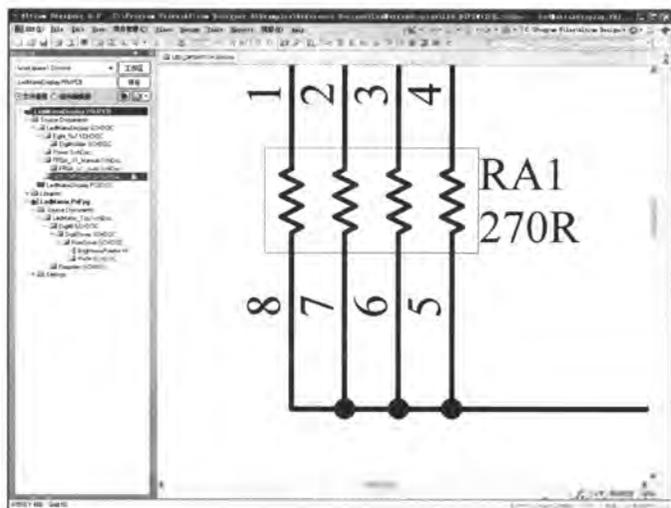

图 3-21 放大显示选中的区域
- [3] 执行【View】/【Area】命令后，光标变成“十”字形状，单击鼠标确定矩形区域的一个顶点，拉开一个矩形区域后再次单击鼠标确定区域的对角顶点，该区域将在整个编辑窗口内放大显示，如图3-21所示。